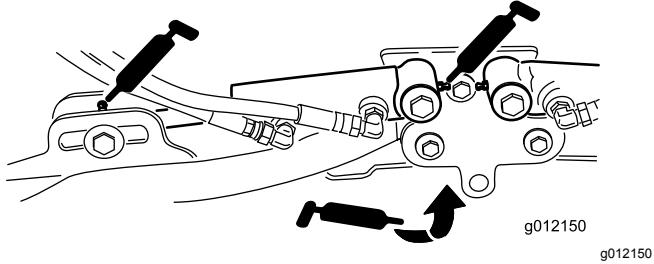

Bild 77
- Hubarmzylinder der Schneideeinheit (2) (Bild 77)